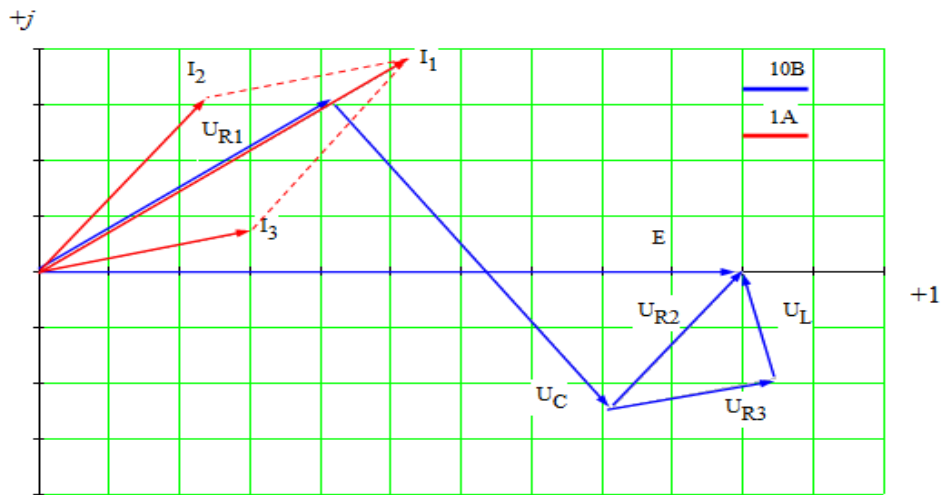

Рисунок 7 – Векторная диаграмма токов и напряжений
7. Построим в масштабе векторные диаграммы токов и напряжений (см. рис. 7).